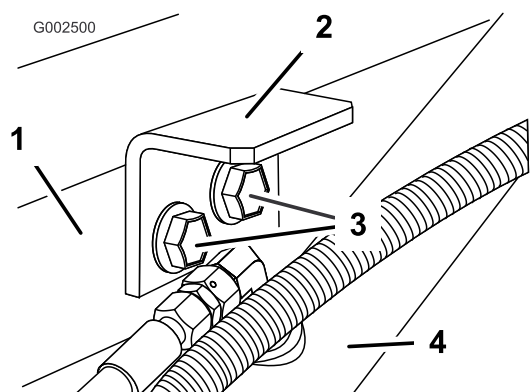

**Figura 17**
1. Rimuovete i due bulloni posteriori e i due dadi flangiati che si trovano sulla staffa del cilindro sinistro (Figura 17). Conservate gli elementi di fissaggio per il loro successivo riutilizzo.